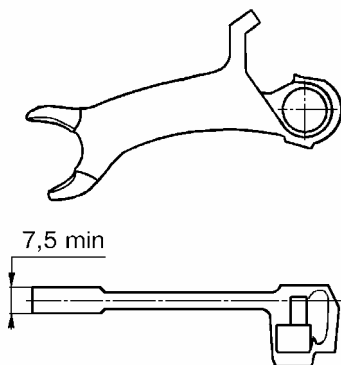

Рис.50. Вилка включения заднего хода – 2101-1702050.
4.2.20 Вилка включения заднего хода - 2101-1702050, рис.50.